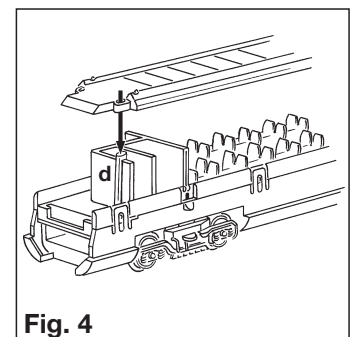

Fig. 4
eingreift (Fig. 4). Bei (7)7420 Lichtleiter in die
the light conductor (Fig. 4). For (7)7420,
verture correspondante de la rampe (Fig. 4).